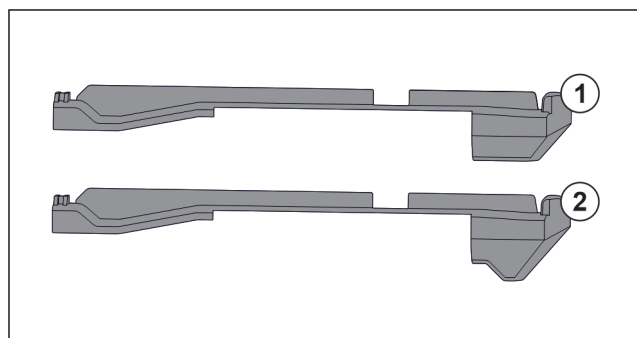

Fig. 74 Sammenligning av påsettsingsdeler
I apparatet finnes to ulike påsettsingsdeler. Påsettsingsdel over en nederste skuffen Fig. 74 (2) har en trekantet kant. Alle andre påsettsing Fig. 74 (1) har en rett kant.
- Anbring påsettsingsdel Fig. 74 (2) med trekantet kant over nederste skuff.
- Anbring påsettsingsdel Fig. 74 (1) med rett kant til alle andre steder.